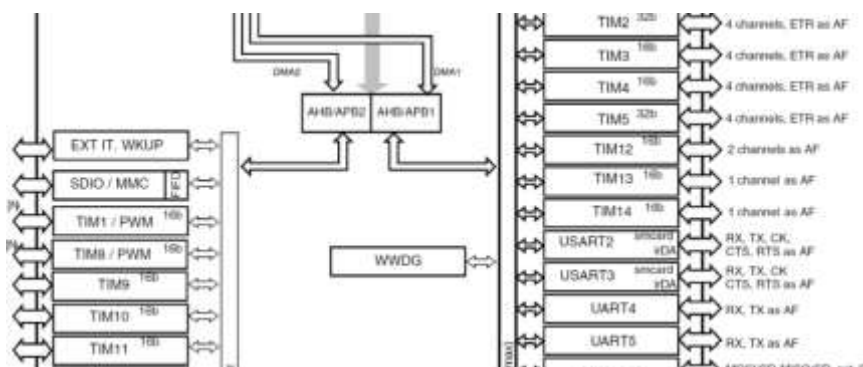

图 5.5.3 STM32F407 内部结构框图
- 5) 定时器配置，选择内部时钟源：84M，分频值为 8399，定时器周期 4999，得到的更新中断的时间为 500ms。如图 5.5.3 所示。